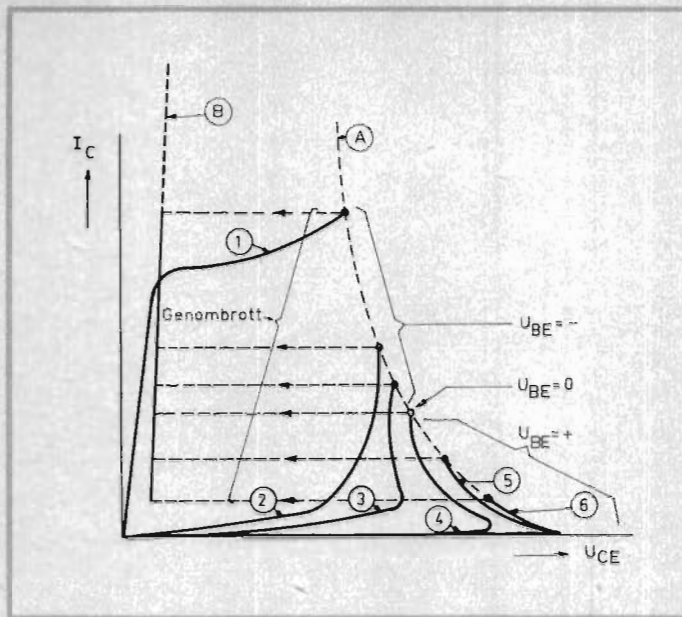

Fig. 9
Kollektordiagrammets utseende vid sekundärt genombrott. Från spänningsgenombrott (1) slår transistoren om till ett mycket lågohmigt tillstånd (2), sekundärt genombrott. Jfr fig. 9.
The collector diagram at second break-down. From the voltage break-down (1), the transistor switches to a point with very low impedance (2), second break-down. See fig. 9.